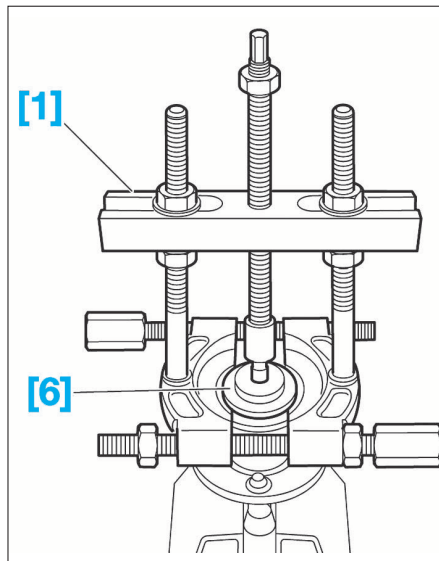

FIG. 30
- Poser les outils [6] et [1] (Fig.30).